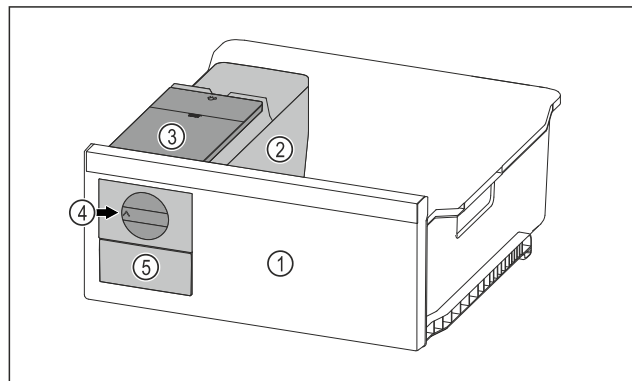

Fig. 149 Példaként szolgáló ábrázolás
- A forgógombot Fig. 149 (4) ütközésig forgassa el az óra járásával egyező irányban.
- A jégkockák a jégkockatartóból a jégkockafiókba Fig. 149 (5) hullanak.